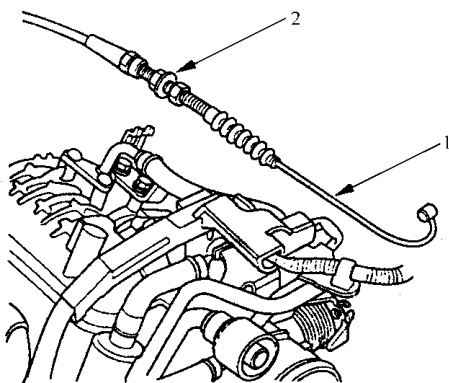

图 2-3 拆卸节气门拉线
9) 松开图 2-3 所示的防松螺母，拆下节气门拉线，把拉线末端从加速器节气门联动机构中拆出来。